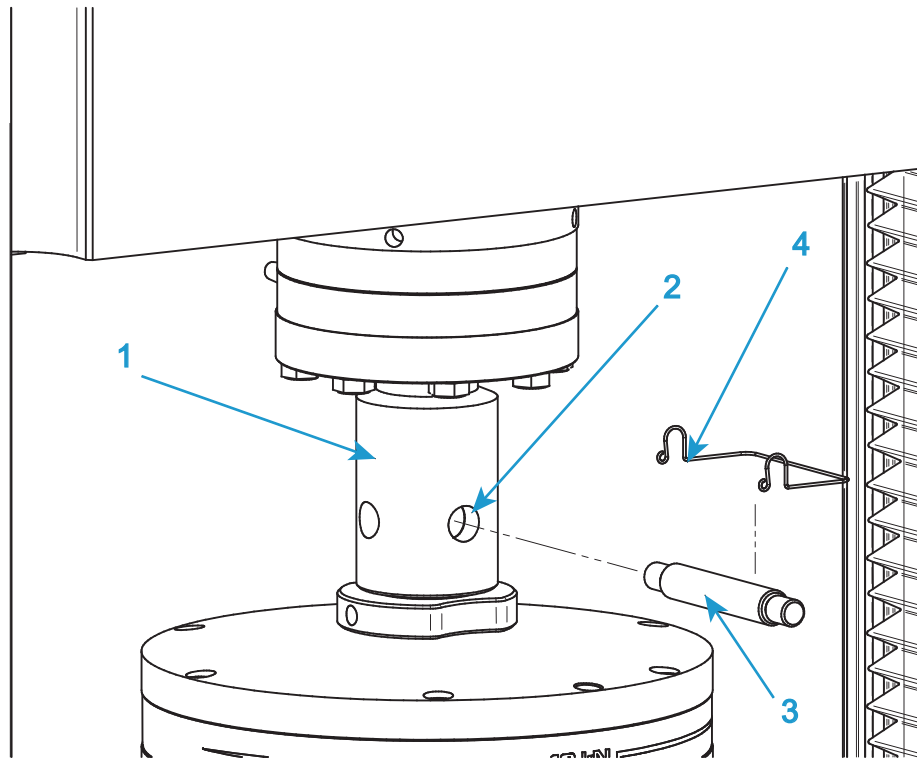

Abbildung 22. Typische Spannzeug-Installation
Siehe Abbildung 22 auf Seite 96, wenn Sie dieser Prozedur folgen.
1. Für das obere Spannzeug führen Sie den Adapter auf dem Spannzeug in die Steckbolzenbuchse (1 in Abbildung 22) am Kraftaufnehmeradapter ein.
2. Richten Sie die Steckbolzen zueinander aus (2 in Abbildung 22) und stecken Sie den Steckbolzen (3 in Abbildung 22) durch die Bohrungen.
3. Sichern Sie den Steckbolzen mit dem Steckbolzen-Clip (4 in Abbildung 22).